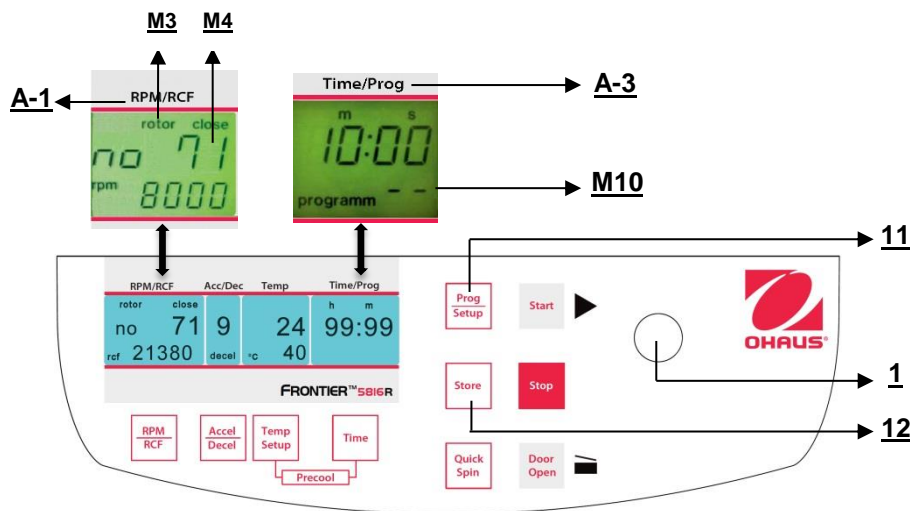

Figura 25
Per richiamare i programmi salvati, premere il tasto **"Prog/Setup"** (11) (fare riferimento alla figura 25) quando il coperchio è già chiuso. Sul display **"Time/Prog"** (A-3), appare la parola **"programm --"** (M10). Il numero di programma desiderato può essere preselezionato mediante la manopola di regolazione (1).